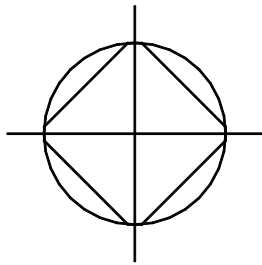

图 11-31 旋转四方边线
(7) 旋转四方边线。可以看到, 所画四方截面与图 11-1 中的截面方向成  $45^\circ$  角, 因此需要利用旋转工具将其旋转。选择“修改”功能面板的旋转工具, 或者选择“修改”菜单中的“旋转”项, 也可以选择要旋转的对象, 在绘图区域右击, 选择快捷菜单中的“旋转”项, 或直接在命令行输入 ROTATE, 结果如图 11-31 所示。
(8) 绘制四方平面与外圆交线位置线。为了准确绘制主视图中四方表面与外圆的交线,